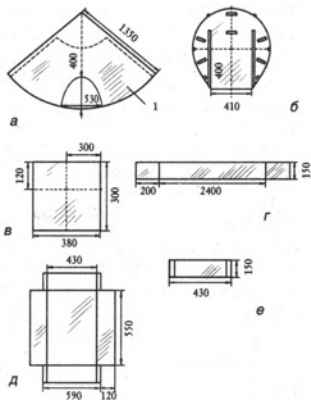

Рис. 61. Шаблоны для основных деталей камина (размеры указаны в миллиметрах):
1. В соответствии с размерами, указанными на рис. 61, раскроите детали камина. Из более толстого листа выполните подовую плиту топливника и дно зольника. Для первой это необходимо вследствие того, что данная деталь сильнее всего нагревается, контактируя с горящим топливом, и может деформироваться, если ее толщина будет недостаточной. А для второго это важно потому, что при установке камина на опору конструкция давит всем своим весом на дно.